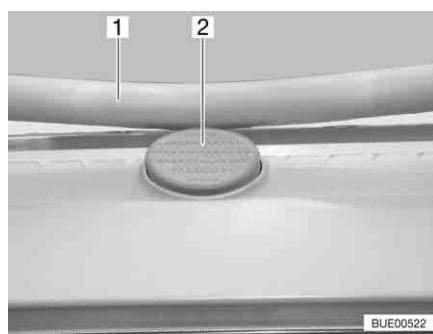

Fig. 13 Bottone di sicurezza sull'oblò inclinabile
- Premere il bottone di sicurezza (Fig. 13,2) e tirare verso il basso la staffa (Fig. 13,1) con entrambe le mani.
- Premere la staffa verso l'alto con ambedue le mani, finché la staffa non poggia al di sopra del bottone di sicurezza (Fig. 13,2).